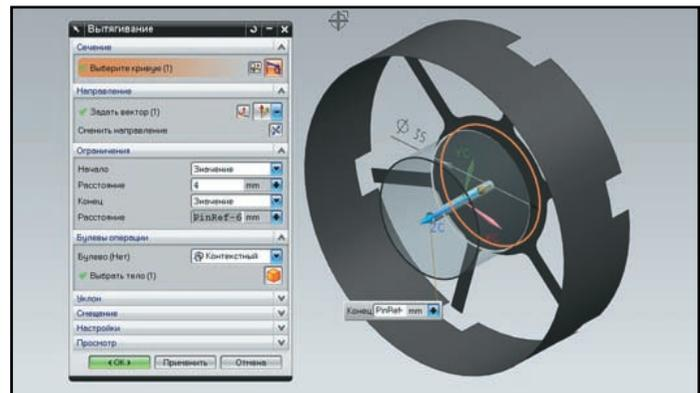

Рисунок 4.20. Создание элемента вытягивания
- Создайте элемент **Вытягивание (Extrude)** на базе эскиза, расположенного на скопированной плоской грани компонента **Frame**. Эскиз должен представлять собой окружность диаметром 35–40 мм с центром, расположенным на оси цилиндрической грани компонента **Pin** (рис. 4.20). В параметрах операции вытягивания укажите первое расстояние, равное 4 мм, чтобы обеспечить зазор между получаемым элементом вытягивания и скопированной гранью. А в качестве второго значения расстояния укажите значение, равное ($\text{PinRef}-6$) мм.